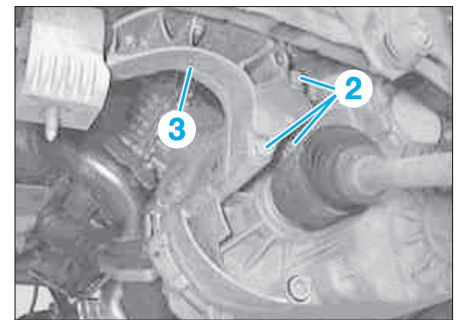

FIG. 3
- Abaisser le moteur sur le côté gauche jusqu'à avoir accès aux vis (2) du support moteur (3) (Fig.3).
- Déposer les vis (2) puis le support moteur (3) (Fig.3).